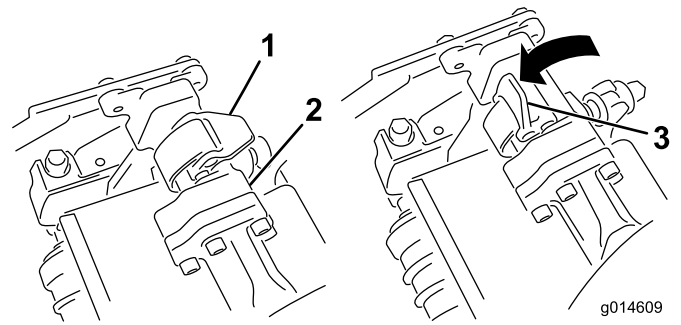
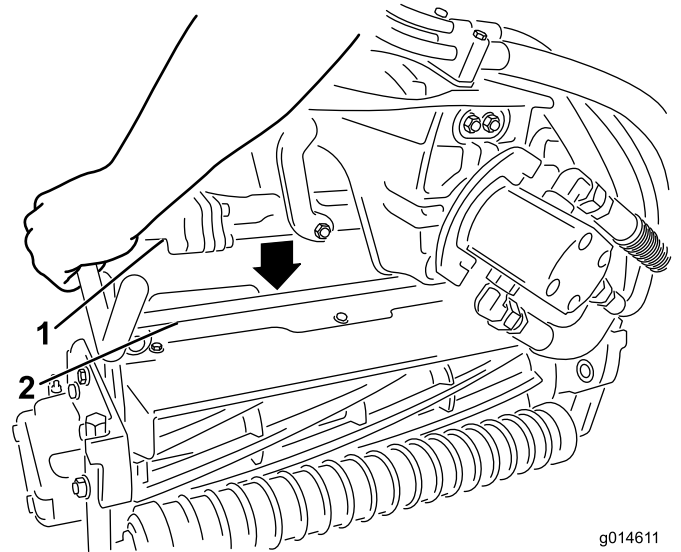

Figura 11
Figura 12
5. Con los enganches del brazo de suspensión orientados hacia arriba (es decir, abiertos) (Figura 11), empuje hacia abajo el brazo de suspensión de modo que la barra encaje en la barra situada en la parte superior de la unidad de corte (Figura 12).
6. Presione los enganches hacia abajo alrededor de la barra de la unidad de corte y bloquéelas (Figura 11).